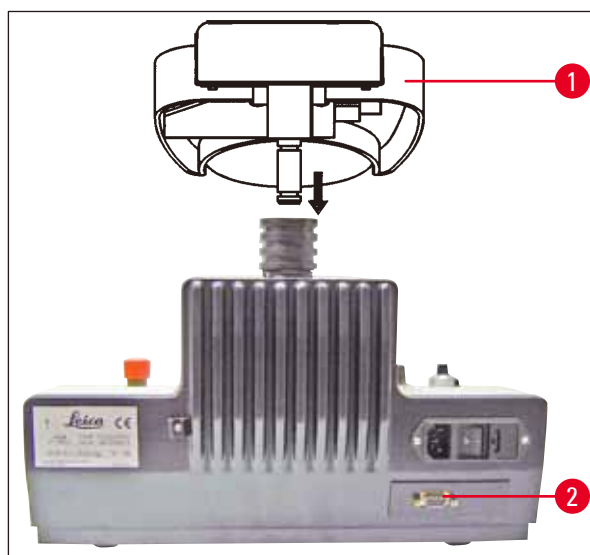

Fig. 8
- Sæt det på apparatet som vist i (→ Fig. 8).